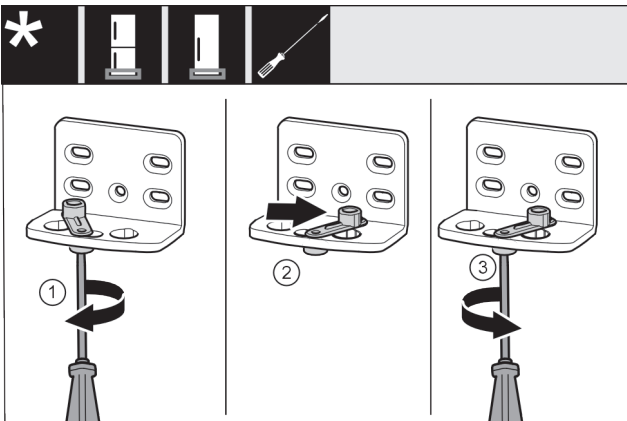

Fig. 19
- ▶ Отпустите винт Fig. 19 (1) отверткой.
- ▶ Приподнимите фиксатор двери Fig. 19 (2) и, повернув на 90° вправо, вставьте в отверстие.
- ▶ Затяните винт Fig. 19 (3) отверткой.